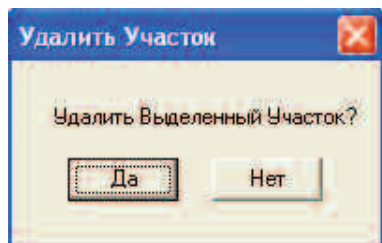

Рис. 51
- Подтвердить намерение нажатием на кнопку **ОК** (см. рис. 51).